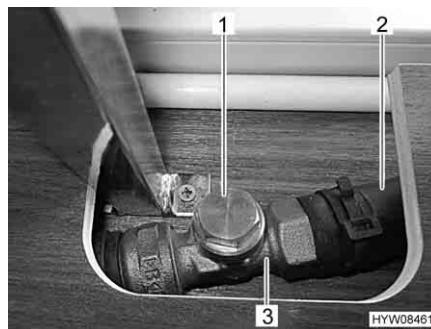

Fig. 113 Valvola aperta
- Afferrare la tubatura di bypass (Fig. 113,2) dietro la valvola (Fig. 113,3). Il tubo flessibile deve essere tiepido.
- Se il tubo flessibile non è tiepido, controllare la regolazione della valvola. Se la valvola è chiusa, ruotare il coperchio della valvola (Fig. 113,1) in senso antiorario.